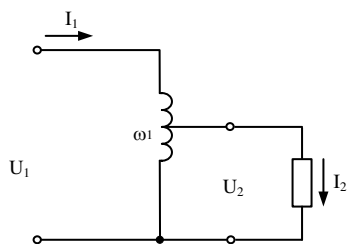

Рис. 3.
10. Автотрансформатор, схема которого изображена на рис. 3., включен в сеть с напряжением  $U_1 = 220$  В.